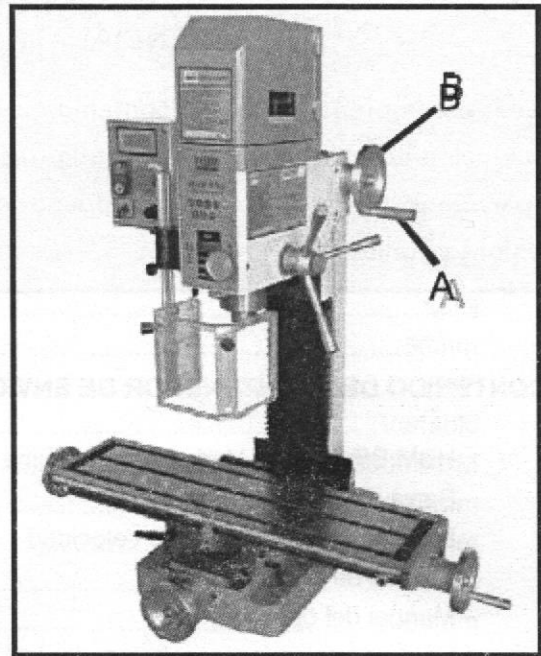

Fig. 02
1. Atornille los mangos (A, Fig. 02) al volante (B, Fig. 3) y apriéte los.